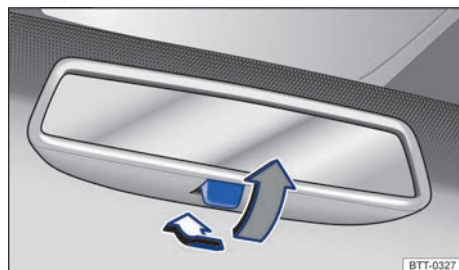

Fig. 82 En el parabrisas: retrovisor interior antideslumbrante manual.
- Para oscurecer el retrovisor, tire de la palanca hacia atrás → fig. 82.